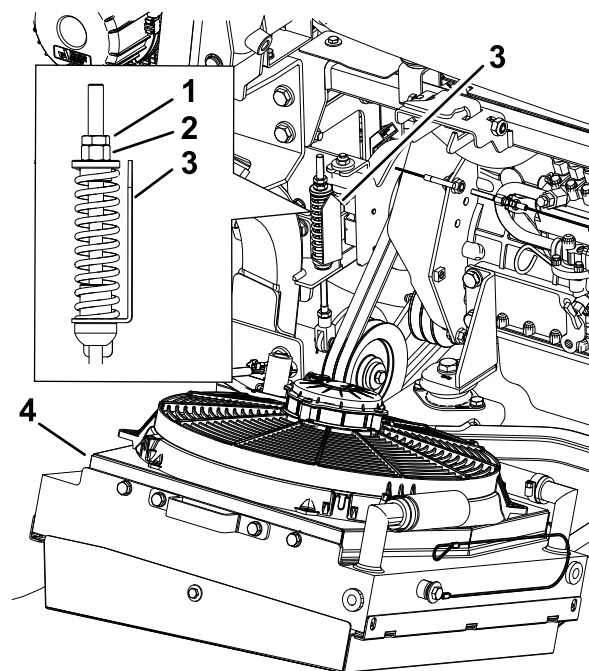

Figura 78
5. Si fuera necesario, gire la tuerca del tensor de la polea hasta que la flecha indicadora de tensión se alinee con la superficie exterior de la arandela (Figura 78).
1. Alinee las correas de la toma de fuerza sobre las poleas (Figura 78).
8. Mueva la polea tensora hacia arriba y retire las correas de la máquina (Figura 78).